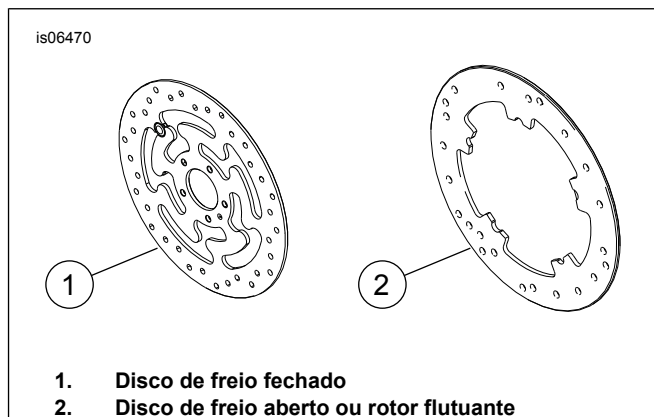

Figura 1. Estilos do disco do freio dianteiro
- Parafusos do disco do freio (Veja a figura 1. e Tabela 1)